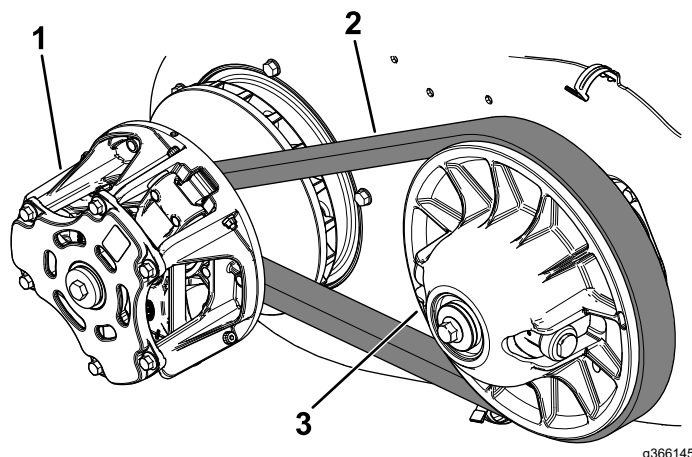

Figura 87
6. Haga girar la correa e inspecciónela (Figura 87) para asegurarse de que no está excesivamente desgastada o dañada.
7. Con aire comprimido, limpie los embragues a fondo para eliminar todos los residuos (Figura 87).
6. Tire hacia arriba de la parte superior de la correa para extraer el embrague secundario y, a continuación, gire y dirija la correa sobre el embrague secundario (Figura 87).
7. Retire la correa del embrague primario (Figura 87).
8. Coloque la correa nueva sobre el embrague primario (Figura 87).
9. Haga girar la correa y llévela sobre el embrague secundario (Figura 87).